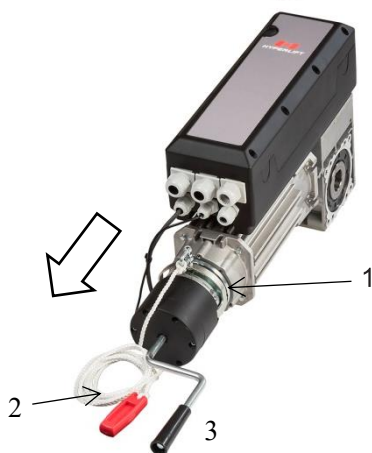

图 5
- 通过拉绳（2）将电机刹车（1）按图 5 中箭头方向拉动来释放刹车。